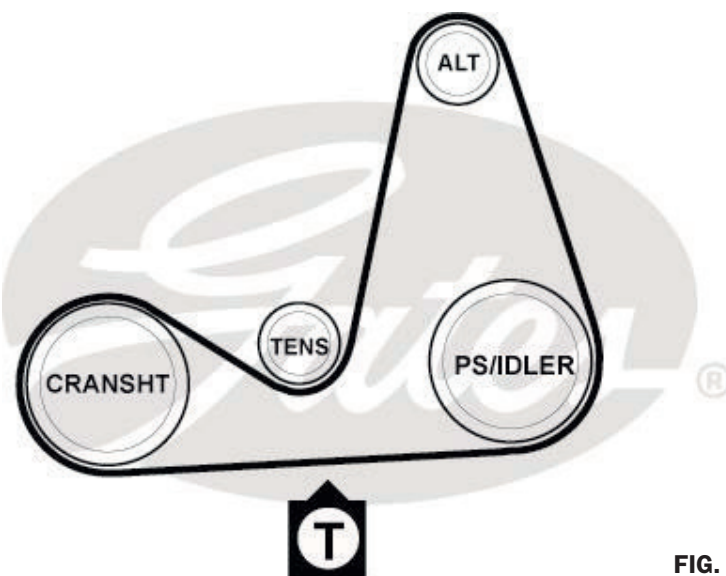

FIG. 1
8. Tensione la correa: la correa tiene que ser tensionada (con la herramienta Mot. 1638, ref. de EO 0000163800) a una tensión mayor que la de la configuración original de la transmisión. Mida la tensión en el tramo inferior, entre el cigüeñal (CRANSHT) y la bomba de dirección asistida (PS) (o la polea guía [IDLER] para vehículos sin dirección asistida) (Fig. 1).